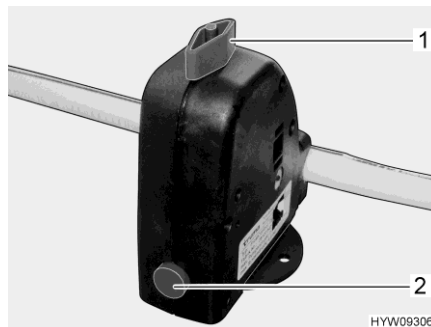

Fig. 109 Valvola di sicurezza/di scarico (boiler)
Il boiler è dotato di una valvola di sicurezza/di scarico (Fig. 109). La valvola di sicurezza/di scarico impedisce che l'acqua congeli nel boiler in presenza di basse temperature esterne, quando il riscaldamento dell'autocaravan non è acceso.
- Chiudere la valvola di sicurezza/di scarico. A tal fine ruotare la manopola (Fig. 109,1) verticalmente rispetto alla valvola di sicurezza/di scarico e premere verso l'interno il bottone automatico (Fig. 109,2).
- Aprire la valvola di sicurezza/di scarico. A tal fine ruotare la manopola (Fig. 109,1) nel senso della lunghezza della valvola di sicurezza/di scarico. Il bottone automatico (Fig. 109,2) scatta all'infuori. Il boiler viene svuotato verso l'esterno tramite la valvola di sicurezza/di scarico.